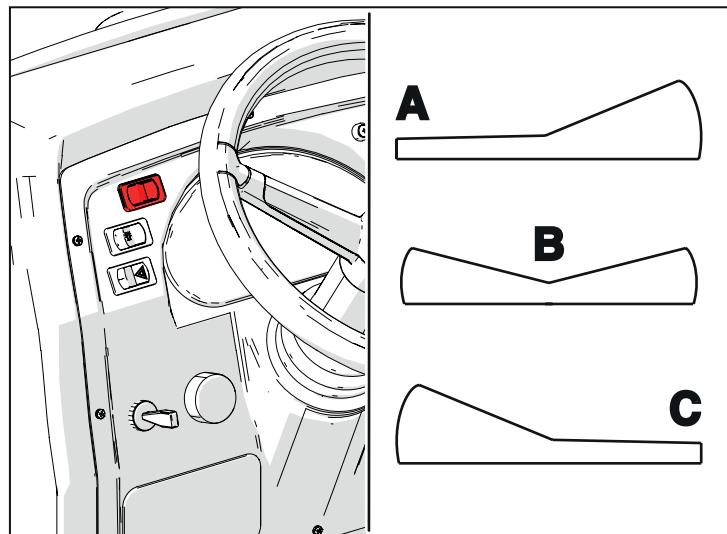

Fig. 5.13
Si le lancement de la régénération advient dans des lieux non sûrs, il est possible d'inhiber la régénération même en plaçant la commande sur la position (C), voir figure 5.13. La régénération inhibée, si configurée, est mise en évidence par l'allumage du voyant (2) sur l'afficheur.